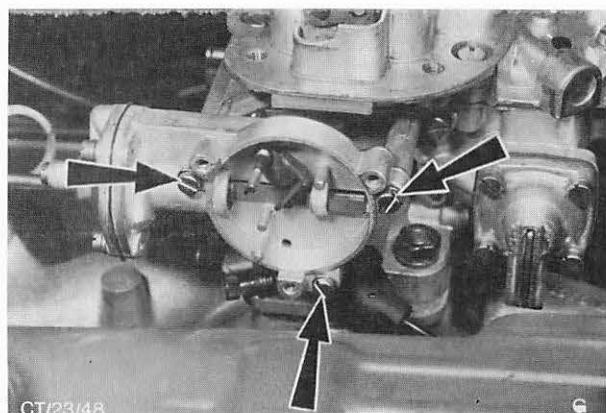
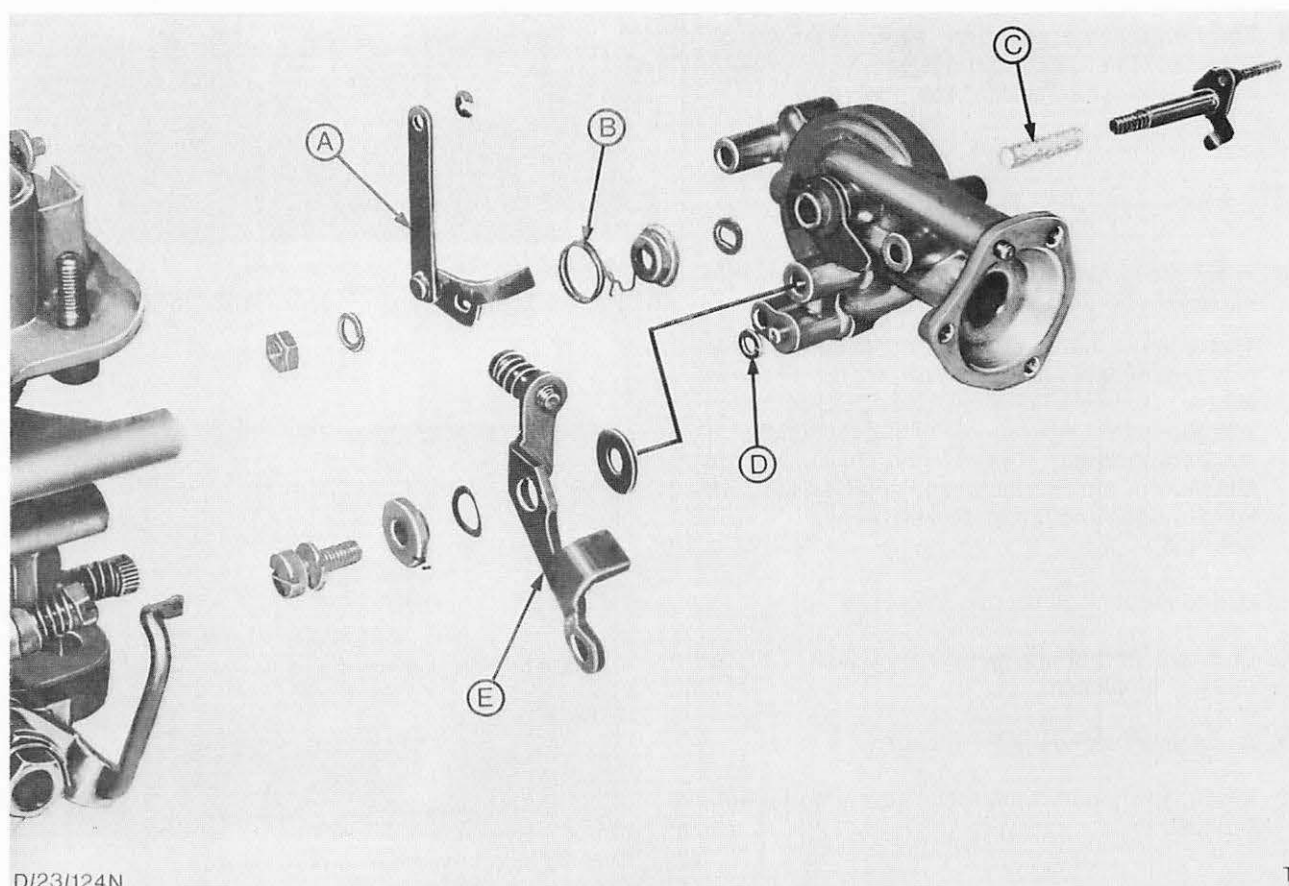

Abb. 131 Abbau des Startautomatikgehäuses
Abb. 132 Startautomatik komplett
7. Befestigungsschrauben (3) des Startautomatik-Gehäuses entfernen, untere Verbindungsstange vom Stufenscheibenhebel aushängen und Startautomatik-Gehäuse kompl. abnehmen. Abb. 131.
8. Schrauben (3) im Unterdruckmembrandeckel entfernen, Deckel, Druckfeder und Membrane kompl. herausnehmen.
10. Alle Einzelteile reinigen und überprüfen. Unterdruckmembrane auf Einschnitte, Rundschnurring „D“ in Abb. 132 auf einwandfreien Zustand und andere Einzelteile auf Verschleiß und Beschädigung kontrollieren.
11. Alle Einzelteile der Startautomatik gemäß Abb. 132 zusammenbauen.
13. Untere Verbindungsstange am Stufenscheibenhebel einhängen und Startautomatik-Gehäuse anschrauben. Vor dem Ansetzen des Gehäuses sicherstellen, daß der Rundschnurring „D“ in Abb. 132 um das Unterdruckröhrchen im Gehäuse richtig anliegt. Beim Ansetzen des Gehäuses darauf achten, daß die Starterklappe-Verbindungsflasche durch die Staubdichtung im Vergaserdeckel eingeführt wird.